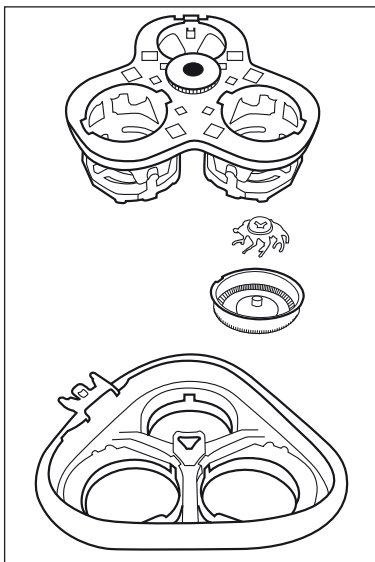

Figura 1
- 1) premere sul tasto di sbloccaggio ④. L'unità di taglio ② si apre.
- 2) Forzare leggermente l'unità di taglio ② in modo che questa possa fuoriuscire verso l'alto.
- 3) Premere la corona dentata nera leggermente verso il basso e ruotarla con attenzione in senso antiorario fino a quando il supporto delle testine di taglio non si lascia sollevare (vedere Figura 1).
- 5) Riasssemblare l'unità di taglio ②. A tal fine servirsi della figura 1:
- disporre le 3 testine di taglio nelle rientranze dell'unità di taglio ②. Verificare che le tacche sul bordo delle testine di taglio si trovino sui blocchi presenti nell'apertura.